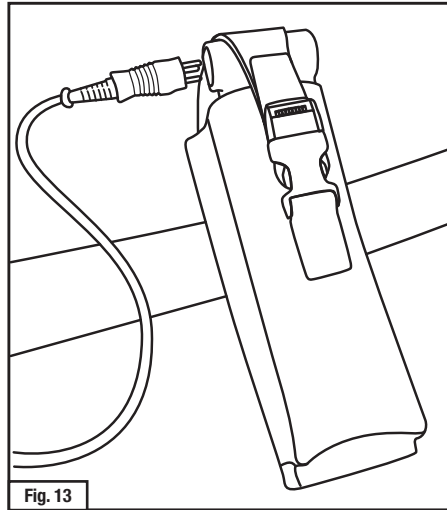

Fig. 13
7. Conecte o cabo de alimentação GVP-610 ao adaptador TR-659 (Fig. 13). Para o GVP, ligue plugue no final do cabo de alimentação no lado de frente do motorizado GVP-100. Para alimentar o motorizado, mantenha o botão de energia no adaptador para baixo por 1/2 segundo. Quando ligado, o indicador luminoso do TR-659 deve piscar durante cerca de um segundo e em seguida, desligue.